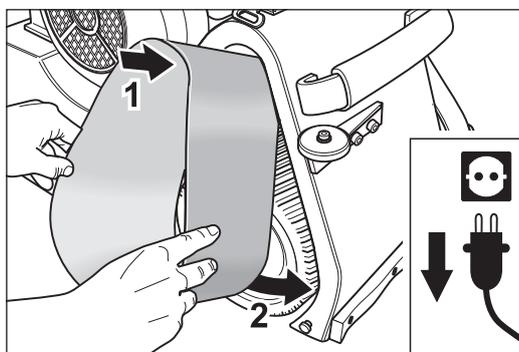

Fig. 8 Colocación de la cinta de lijado.
- 9 Coloque la cinta de lijado en el rodillo tensor y empújelo contra el rodillo lijador (Fig. 8).